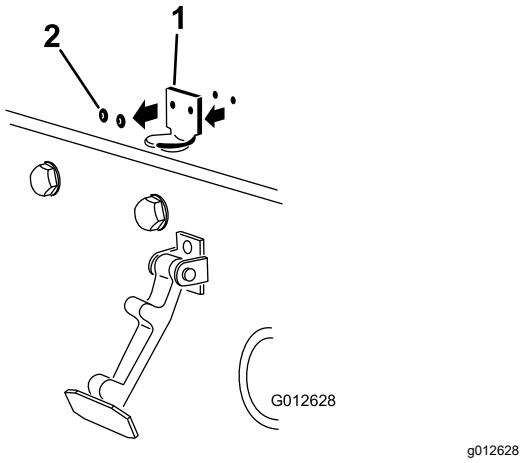

Figura 5
2. Rimuovete i (2) rivetti che fissano la staffa del fermo del cofano al cofano (Figura 5). Rimuovete la staffa del fermo del cofano dal cofano.